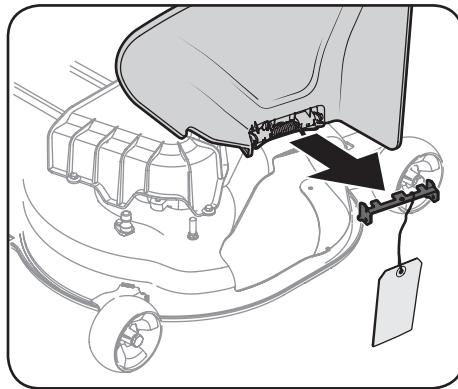

Figura 2-7
7. Sosteniendo el canal deflector totalmente hacia arriba, extraiga la traba de seguridad. Baje el canal deflector y descarte la traba de seguridad. Consulte Figura 2-7.